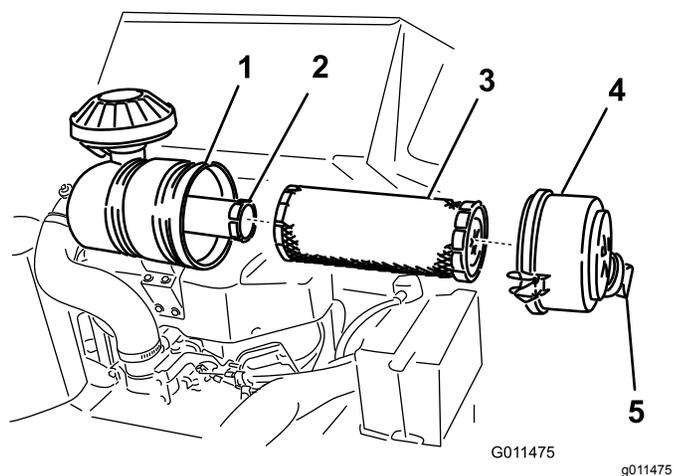

図 30
3. エアクリーナのラッチを外し、ボディからカバーを外す 図 30。
1. 次フィルタをゆっくり引き抜くようにしてエアクリーナのボディーから外す 図 30。
4. 安全フィルタを交換する場合には、十分に注意しながら、フィルタのボディに挿入する **図 30**。
5. 1次フィルタをゆっくり押し込むようにして安全フィルタの上から取り付ける **図 30**。
6. ダストキャップを **図 30** の方向に向けてエアクリーナカバーを正しく取り付け、ラッチを掛ける。